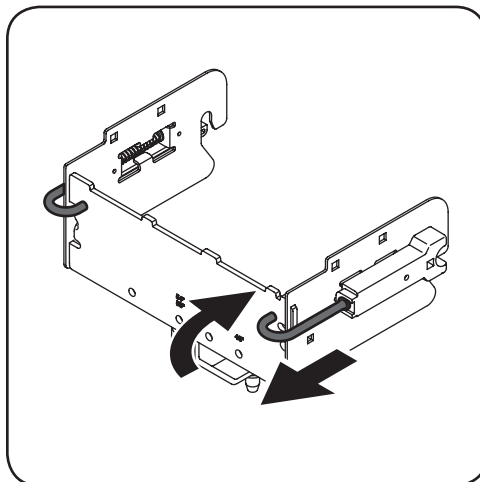

Figura 1-4
2. Retire los ganchos y manténgalos abiertos torciéndolos ligeramente hacia dentro y dejándolos descansar sobre el dorso del soporte posterior. Vea la Figura 1-4.